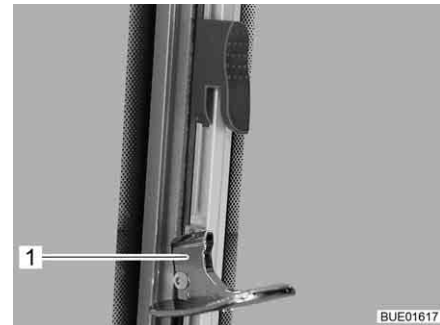

Bild 104 Schiebefenster mit Schwenkverriegelung (entriegelt)
- Verriegelung (Bild 104,1) nach innen schwenken.
- Verriegelung (Bild 104,1) nach außen schwenken.